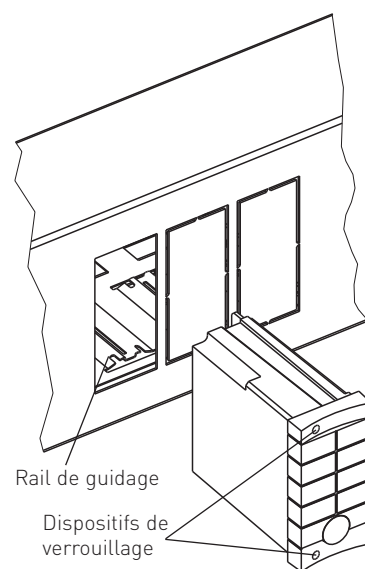

Fig. 44 Module fonctionnel
- Pousser le module sur le rail de guidage dans la découpe du panneau – fig. 44.